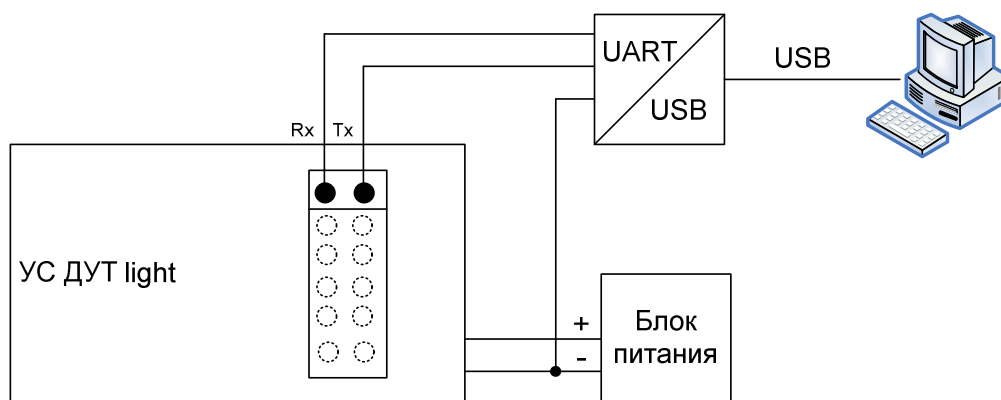

Рисунок 4. Схема подключения интерфейсного кабеля для настройки УС ДУТ light
- б) к УС ДУТ light подключить интерфейсный кабель к 12-тиконтактному разъему (см.рис.4);